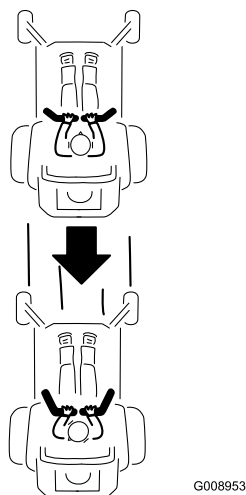

Figura 18
2. Per procedere in retromarcia, guardatevi indietro e verso il basso man mano che tirate lentamente all'indietro le leve di controllo del movimento (Figura 18).
Per spostarvi in linea retta, applicate una pressione identica su entrambe le leve di controllo del movimento (Figura 18).